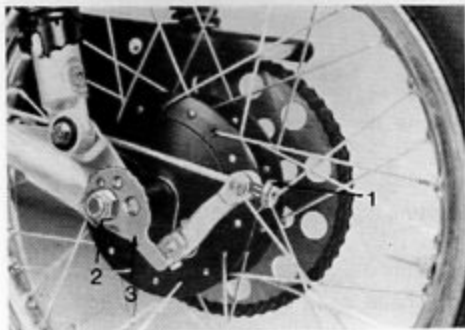

Fig. 44 - Mozzo ruota post.
- Svitare l'anello zigrinato 1 Fig. 44 e sfilare l'asta freno posteriore.